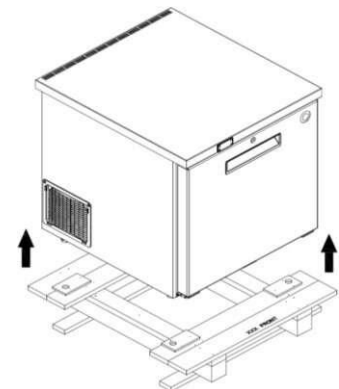

Abb. 3
- Der Schrank kann von der Palette gehoben werden, um die Holzpalette zu entfernen (siehe Abb. 3).